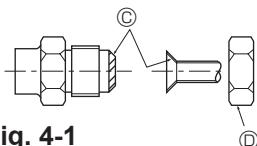

Fig. 4-1
Ⓐ (Fig. 4-1)
Ⓑ (Fig. 4-1)
4.2. Соединительные трубы (Fig. 4-1)